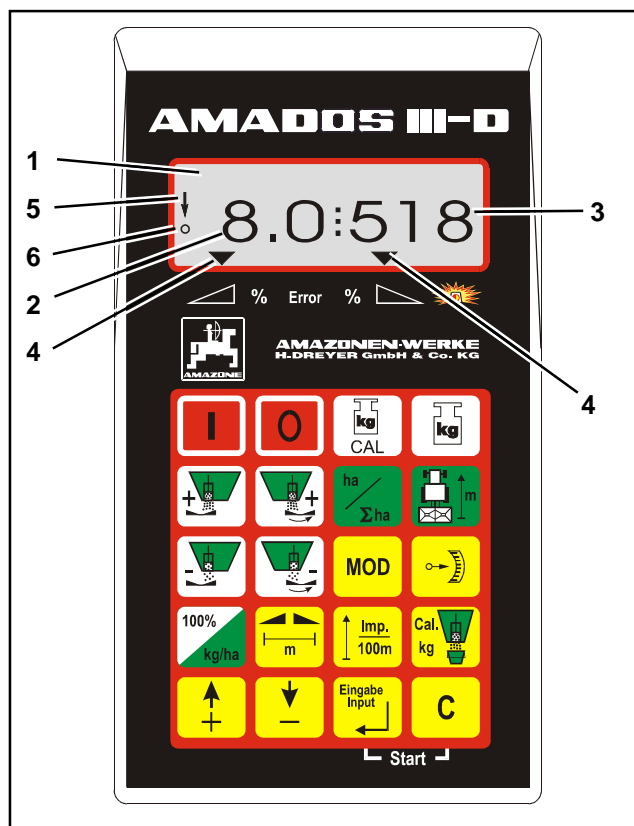

Fig. 1
AMADOS III-D está equipado con una pantalla para 6 dígitos (Fig. 1/1). Cuando la máquina está en posición de trabajo la pantalla indica
- la velocidad momentánea (Fig. 1/2) en [km/h],
- la dosis momentánea (Fig. 1/3) en [kg/ha] y
- los elementos de control de funciones (Fig. 1/4) como p.ej. la apertura de la compuerta izquierda y derecha.
En el borde izquierdo de la pantalla se dispone de 2 símbolos adicionales. La flecha vertical (Fig. 1/5) aparece durante la marcha de calibración para la determinación del factor de calibración de abono (sólo distribuidoras Profis). El círculo de más abajo (Fig. 1/6) debe parpadear e indicar durante la marcha los datos sobre área y recorrido que el sensor transmite por impulsos al AMADOS III-D.